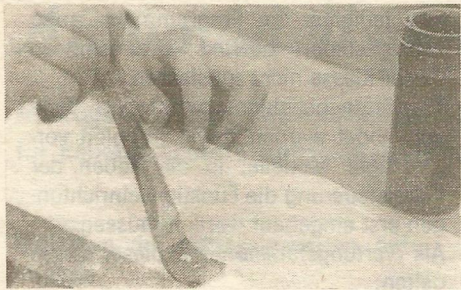

Bild 11
**Bild 11:** Das Japicopapier wird zugeschnitten und mit Stecknadeln faltenfrei aufgeheftet. Zuerst streicht man Spannlack längs dem Hauptholm auf, danach über die Rippen, zuletzt wird das Papier auf Nasen- und Endleiste auflackiert (die Faserrichtung des Papiers soll stets in Holmrichtung laufen). Zuerst wird die Unterseite, danach die Oberseite bespannt